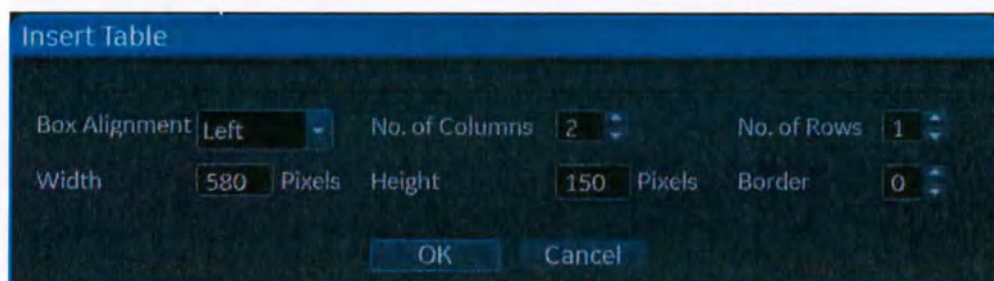

Рис. 10-16. Окно свойств таблицы
2. Нажмите **Insert** (Вставить) и выберите **Table** (Таблица). Отобразится окно *Container properties* (Свойства контейнера) (см. Рис. 10-16).